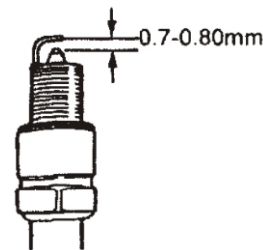

Fig. 14b
- Misurare la distanza tra gli elettrodi della candela utilizzando un calibro per candele. Se necessario, regolare la distanza piegando con attenzione l'elettrodo laterale. La distanza deve essere compresa tra 0,70 mm e 0,80 mm (vedere la Fig. 14b).